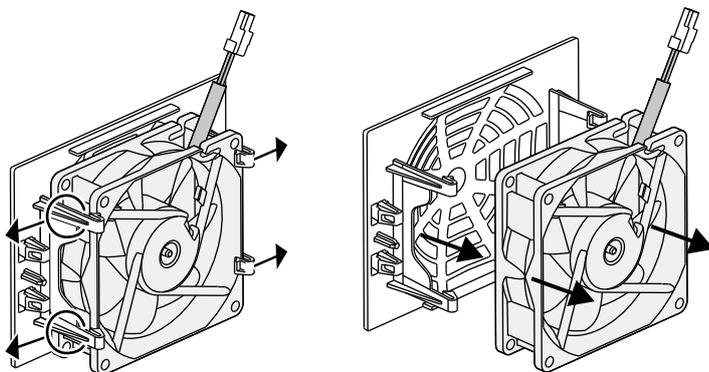

Fig. 66: Desmontaje de la rejilla del ventilador
5. El ventilador puede retirarse adicionalmente de la rejilla del ventilador. Para ello, presionar ligeramente hacia fuera las pestañas de fijación y sacar el ventilador.  **Fig. 66**